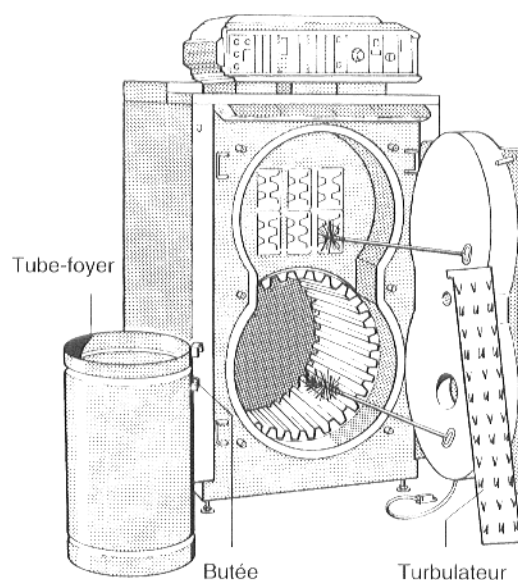

Fig. 19
- Ouvrir la porte du brûleur, retirer le tube-foyer de la chambre de combustion et les turbulateurs des surfaces de chauffe secondaires (fig. 19).